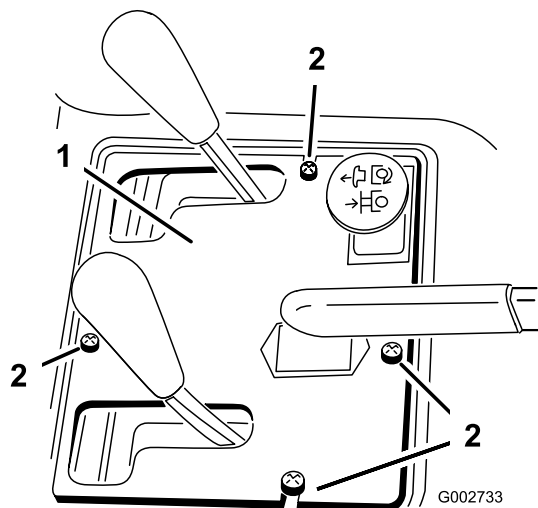

Figura 37
2. Îndepărtai cele 4 uruburi care fixează panoul de comandă pe cadru (Figura 37).